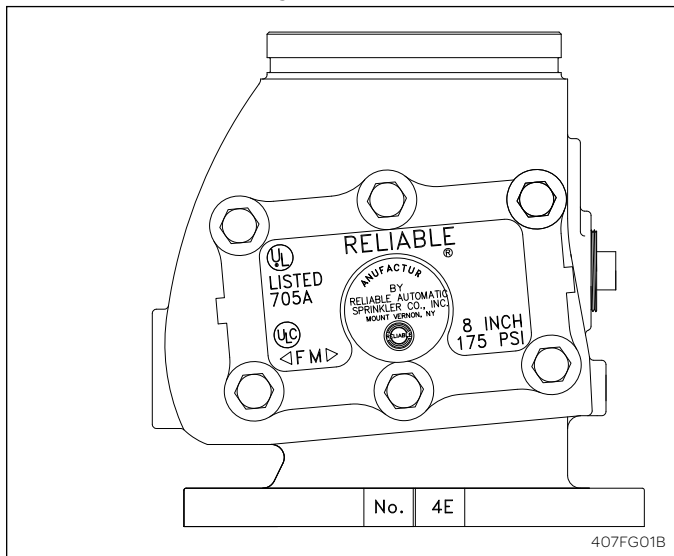

Fig. 1
- b. Entrada con brida según normas US y salida ranurada (Fig. 1):